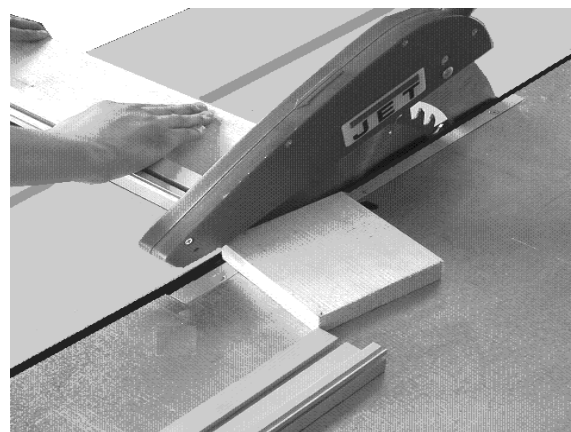

Fig 23.1
-Bei Querschnitten unter Verwendung des Parallelanschlages ist dieser so einzustellen, dass sich Sägeblatt und Anschlagsschiene nicht überlappen. Dadurch wird ein Verkleben der abgeschnittenen Werkstücke zwischen Sägeblatt und Anschlagsschiene vermieden (Fig 23.1).